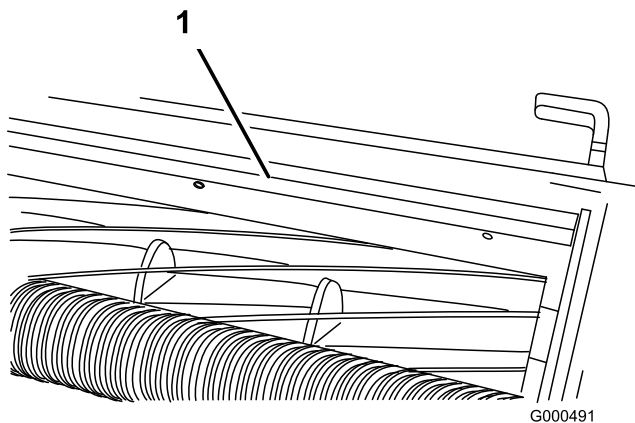

Figura 18
1. Afloje los tornillos que fijan la barra superior (Figura 18) a la unidad de corte.